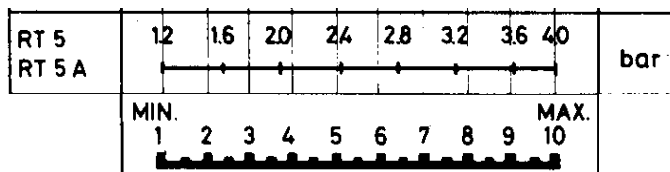

Рис. 4
- Повернуть регулятор (1) до тех пор, пока стрелка шкалы (2) не установится на значении давления, на котором следует начать работу;
- Снять крышку реле давления и разместить барабан (3) на значении, выбранном качестве дифференциала (остановка горелки) на основе графика, приведенного на Рис. 4.